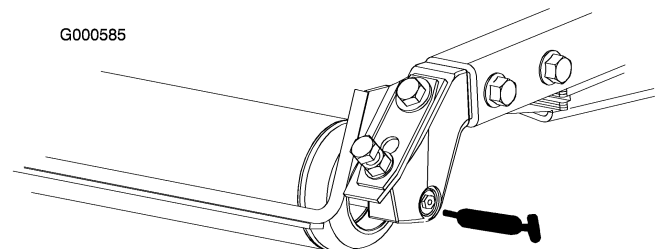

Figura 26
- Rolamentos do rolo traseiro (2 por cada unidade de corte) (Figura 26)
Nota: Os bocais de embeber nos rolamentos (Figura 26) necessitam de um adaptador de bocal de pistola de pulverização. Encomende a peça n° 107-1998 da Toro ao seu distribuidor autorizado Toro.